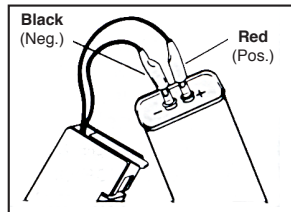

Fig. 2
3. Branchez les pinces pour essai au condensateur en vérifiant la polarité si vous contrôlez l'électrolytique. (Fig. 2)